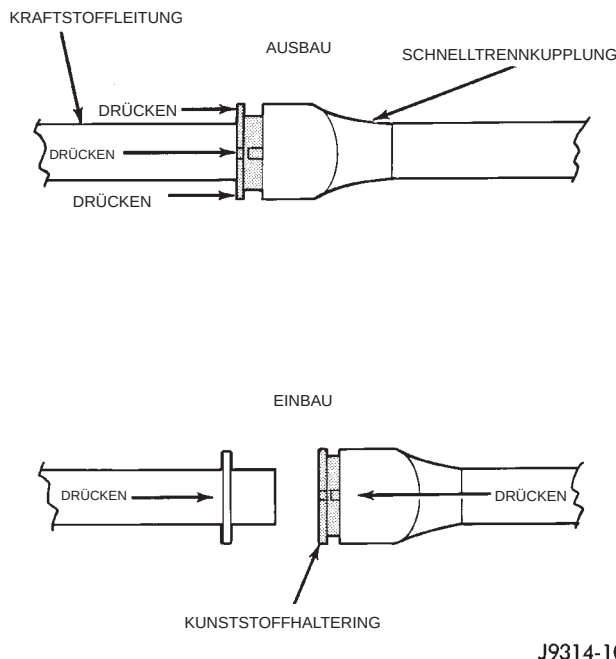

Abb. 12 Kunststoffhalteringkupplung
Dieser Kupplungstyp läßt sich anhand des umlaufenden, meist schwarzen Kunststoffhalterings identifizieren (Abb. 12).
(1) Das Minuskabel von der Batterie abklemmen.
(2) Den Druck in der Kraftstoffanlage abbauen. Näheres hierzu siehe "Kraftstoffdruck in der Kraftstoffanlage abbauen" in diesem Abschnitt.
(3) Vor der Demontage den Anschluß von Schmutz und Fremdkörpern reinigen.
(4) Zum Lösen des Bauteils der Kraftstoffanlage von der Schnelltrennkupplung die Schnelltrennkupplung kräftig gegen das Bauteil drücken und gleichzeitig den Kunststoffhaltering kräftig in die Kupplung hineindrücken (Abb. 12). Den Kunststoffhaltering gedrückt halten und die Schnelltrennkupplung von dem Bauteil abziehen. **Der Kunststoffhaltering muß gleichmäßig in das Gehäuse der Schnelltrennkupplung gedrückt werden. Wird er beim Ausbau verkantet, kann es zu Problemen beim Demontieren der Schnelltrennkupplung kommen. Zur Unterstützung beim Ausbau einen Gabelschlüssel seitlich am Kunststoffhaltering ansetzen.**
(5) Nach der Demontage bleibt der Kunststoffhaltering im Gehäuse der Schnelltrennkupplung.
(6) Den Kupplungskörper der Schnelltrennkupplung, den Kunststoffhaltering und das Bauteil der Kraftstoffanlage auf Beschädigung prüfen. Nach Bedarf austauschen.
(7) Bevor die Schnelltrennkupplung an dem instandgesetzten Bauteil wieder montiert wird, sind beide Teile auf einwandfreien Zustand zu prüfen. Die Teile mit einem fusselfreien Tuch reinigen. Anschließend die Teile mit sauberem Motoröl leicht einölen.
(8) Die Schnelltrennkupplung in das Bauteil einschieben, bis sie mit einem Klicken hörbar einrastet.
(9) Anschließend durch kräftiges Ziehen (70 - 140 N) (15-30 lbs.) an der Kraftstoffleitung und an der Schnelltrennkupplung den Anschluß auf festen Sitz prüfen.
(10) Das Minuskabel an der Batterie anschließen.
(11) Den Motor anlassen und auf Undichtigkeiten prüfen.